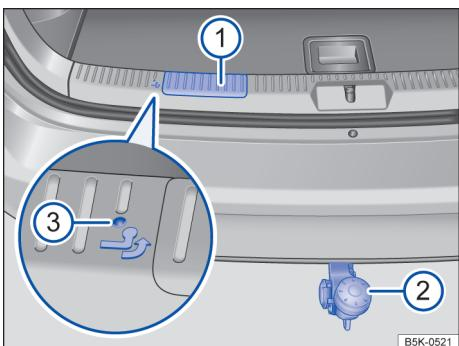

Fig. 152 No compartimento de bagagem: rebater a rótula de engate para fora.
- Para destrarvar a rótula de engate, retirar o manípulo → Fig. 152 verticalmente e segurar até que a rótula de engate esteja destrarvada. Por força da gravidade, a rótula de engate gira um pouco
- Continue girando a rótula de engate manualmente, até que encaixe de modo audível e perceptível. Atentar para que a luz de controle → Fig. 152 se acenda em verde.
- Retirar o manípulo → Fig. 152 verticalmente para fora até que a rótula de engate gire.
- *Não utilizar o dispositivo de reboque se a luz de controle → Fig. 152 não se acender em vermelho.*
- Com o manípulo → Fig. 152 ① a rótula de engate é apenas destravada. Girar para fora e encaixar deve ser realizado manualmente. Se for puxado muito forte pelo manípulo, o mecanismo de des-travamento pode ser danificado.
- Nunca ativar o manípulo ① se a rótula de engate estiver com carga. O dispositivo de reboque pode ser danificado.